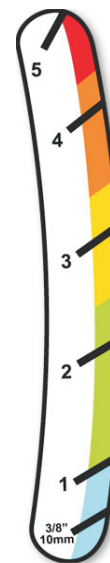

Figure 34
La trappe arrière de 13 cm est divisée en différentes couleurs avec un trait de départ dans chaque zone de couleur (Figure 34). Vous pouvez augmenter ou diminuer la quantité de matériau à épandre avec la trappe arrière tant que vous restez dans la zone colorée correspondante.
**Remarque:** Les couleurs sur l'autocollant de la Figure 34 correspondent aux couleurs de l'autocollant principal (Figure 28).